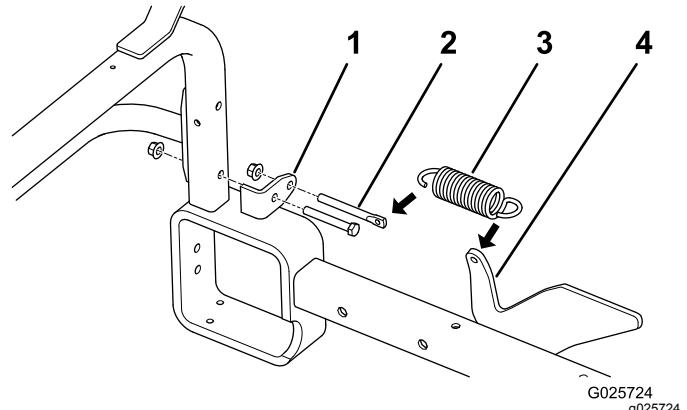

Рисунок 26
2. Отверните **нижнюю** гайку и болт крепления каждого монтажного кронштейна трубы сцепки к вертикальным трубам рамы (Рисунок 26).
Примечание: Расположите кронштейны пружин, как показано на Рисунок 26.